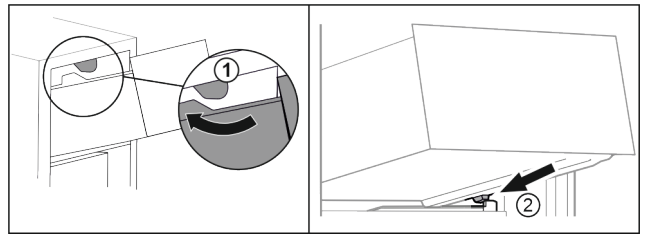

Fig. 27
- ▶ Обвести висувний ящик навколо верхнього стопора. Fig. 27 (1)
- ▶ Встановити висувний ящик за нижніми стопорами на ребро для резервуару навскоси. Fig. 27 (2)